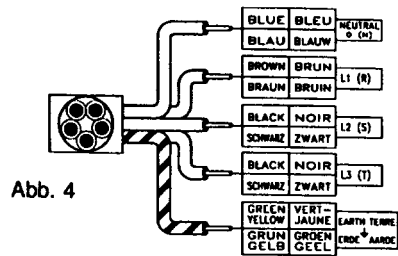

Abb. 4
3. Die übrigen Drähte (braun und schwarz) müssen an die Klemmen mit den Bezeichnungen L1, L2 und L3 oder R,S und T angeschlossen werden (siehe Abb.4).